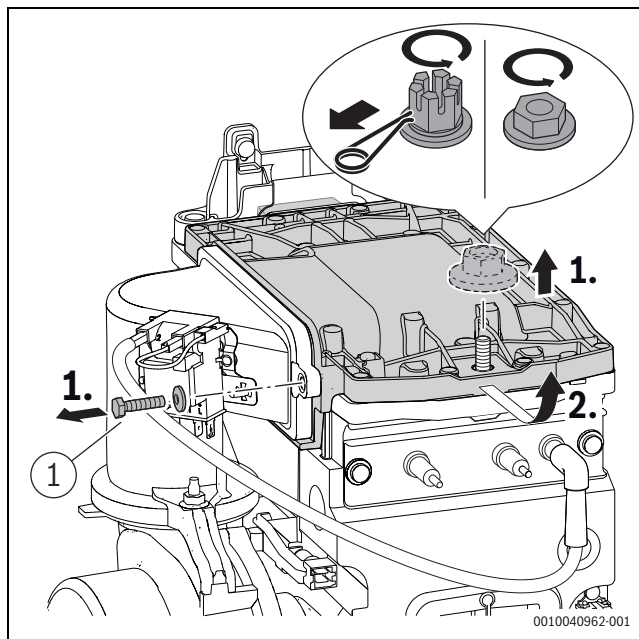

Fig. 42 Desmontar a tampa do queimador
- ▶ Apertar o parafuso ([1], fig. 42) na tampa do queimador com $5,5 \pm 0,5$ Nm.